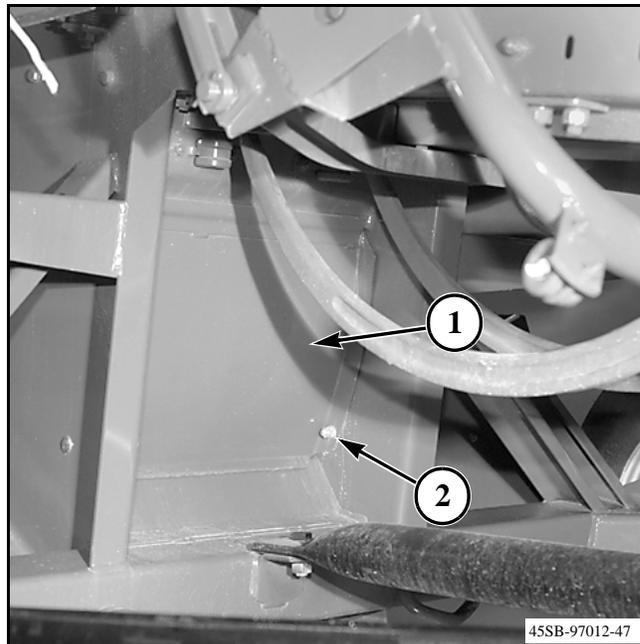

FIG. 28
FIG. 28: La puerta de acceso a la cámara de carga (1) permite acceder a la cámara de carga, los dedos de la máquina de relleno, las cuchillas del émbolo y al área de las cuchillas de contrafilo. La puerta se mantiene en la posición correcta con dos pernos de montaje (2) en los laterales de la cámara de carga.